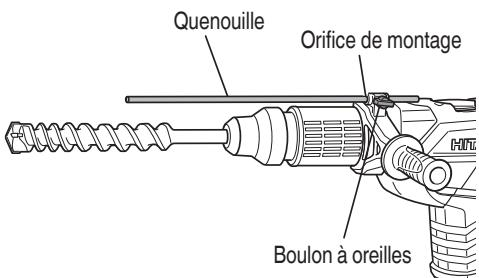

Fig. 11
- (c) Commuter le sélecteur sur "trappe" en procédant comme indiqué au point (1) ci-dessus et fixer la position de l'outil.
5. Installer la quenouille (Fig. 11)